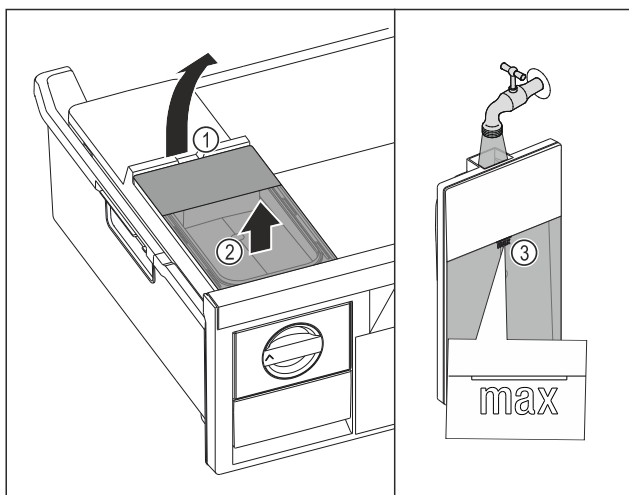

Fig. 98
- Elevar el depósito de agua por la entalladura Fig. 98 (1).
- Extraer el depósito de agua hacia arriba. Fig. 98 (2)
- Llenar el depósito de agua con agua potable hasta la marca Fig. 98 (3).